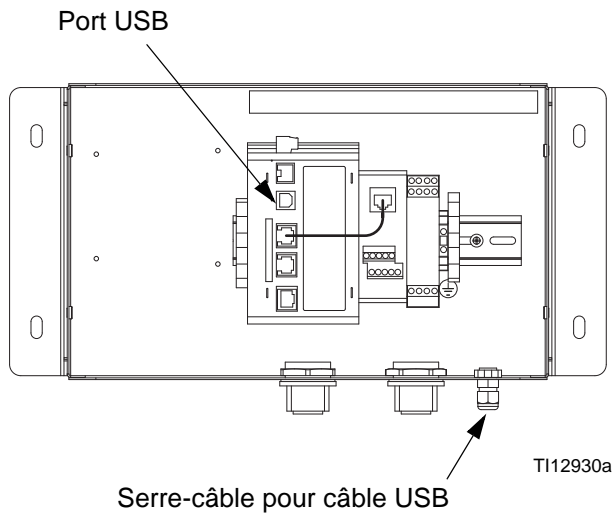

FIG. 13 : Port USB du module Gateway
1. Connectez le câble USB (23 fourni) entre le port USB du module Gateway et celui de votre PC. Voir la FIG. 13.